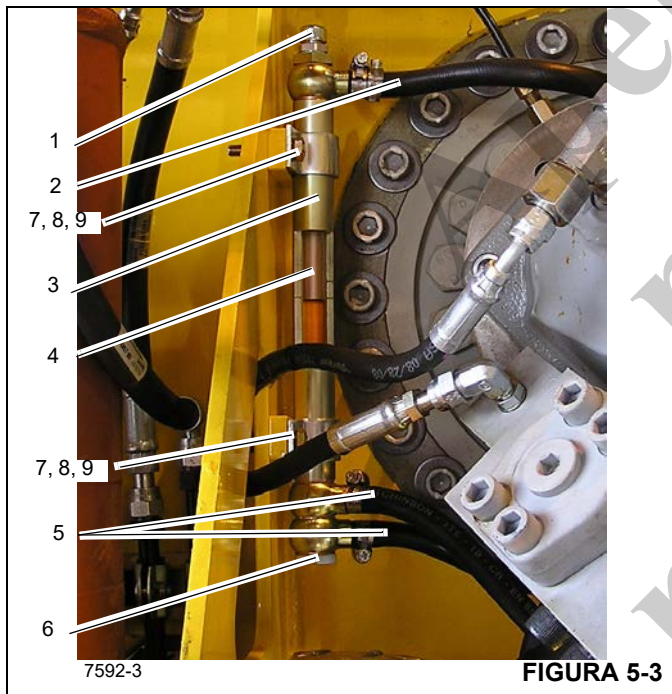

FIGURA 5-3
- a. Coloque um receptáculo sob o tubo (3) (Figura 5-3).
- b. Desrosqueie as porcas (1) e (6) (Figura 5-3) e deixe o óleo escoar para fora.
- c. Ao remover o tubo de óleo, remova os parafusos com cabeça (7), as arruelas planas (8), as porcas (9) (Figura 5-3) e todo o tubo de óleo da superestrutura.
11. Se o tubo de óleo (3) (Figura 5-3) tiver sido removido, instale e prenda as porcas (9), arruelas planas (8) e parafusos com cabeça (7). Certifique-se de que a marca de máximo no tubo de nível de óleo esteja posicionada no meio do guincho.
12. Coloque o óleo através do tubo de óleo (3) (Figura 5-3) até a marca de máximo (4). Consulte *Lubrificação, página 9-1*. Reponha as juntas de vedação e prenda as mangueiras (2) com o parafuso (1) (Figura 5-3).
1. Coloque um receptáculo sob o tubo (3) (Figura 5-3).
2. Desrosqueie as porcas (1) e (6) (Figura 5-3) e deixe o óleo escoar para fora.
1. Instale a porca inferior do dreno do indicador visual (6) (Figura 5-3).
2. Abasteça o óleo através do tubo de óleo (3) (Figura 5-3) até a marca de máximo (4). Consulte *Lubrificação, página 9-1*.
3. Instale a porca de enchimento (1).